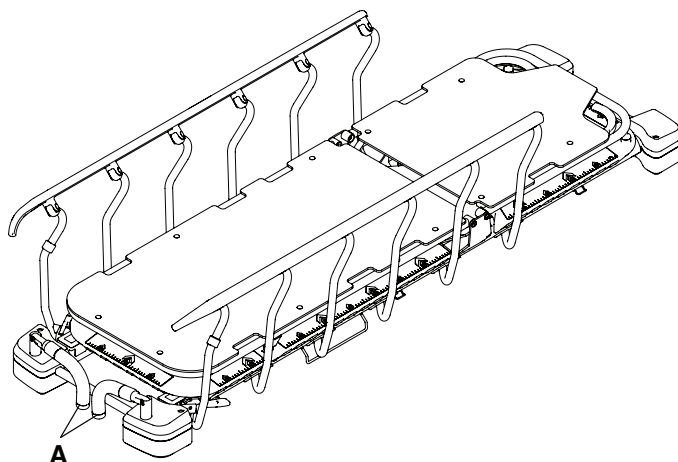

**Figure 10 – Rangement des poignées de poussée du côté pieds**
4. Inverser les étapes pour ranger les poignées de poussée du côté pieds (A) (Figure 10).